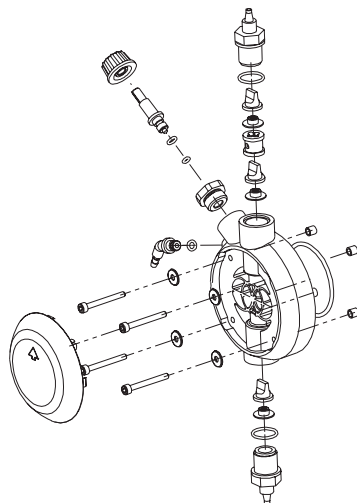

Fig. 11
3. Eliminar del cuerpo de la bomba todo líquido que allí se encuentre, desmontando y volviendo a montar el cuerpo de la bomba, utilizando los cuatro tornillos de fijación que vienen en dotación. (Fig.11).
2. Controlar por lo menos cada 6 meses, el funcionamiento de la bomba, la hermeticidad de los tornillos y las guarniciones, para líquidos particularmente agresivos efectuar controles incluso más frecuentes, controlar en particular la concentración del aditivo de la instalación; una reducción de dicha concentración podría ser causada por el desgaste de las válvulas (que en este caso deben ser substituidas poniendo atención al volver a instalarlas como se indica en la Fig. 11).
Para efectuar esta operación, si el equipo no está fijado a la instalación, es posible hacerla pulsar durante algunos segundos (15-30), manteniéndola invertida y sin tubos conectados a los empalmes, si ello no es posible, desmontar y volver a montar el cuerpo de la bomba (Fig.11), utilizando los cuatro tornillos que sirven para fijar.